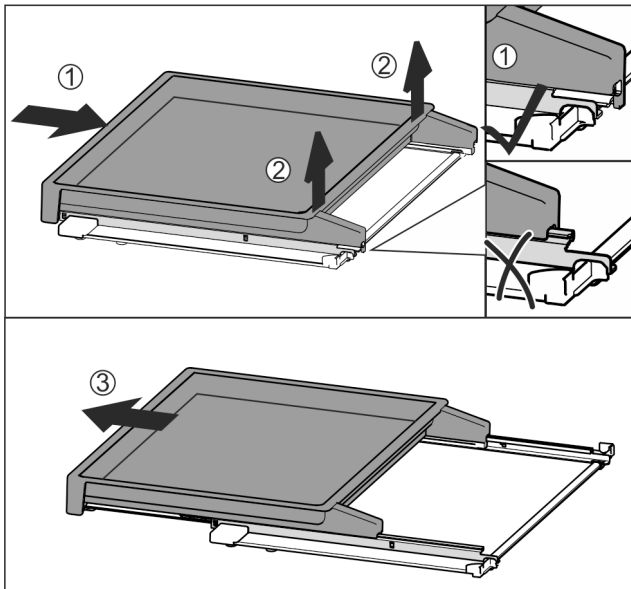

Fig. 108
- Spingere completamente il ripiano estraibile Fig. 108 (1).
- Staccare il blocco sul lato posteriore Fig. 108 (2).
- Estrarre in avanti il ripiano estraibile Fig. 108 (3).